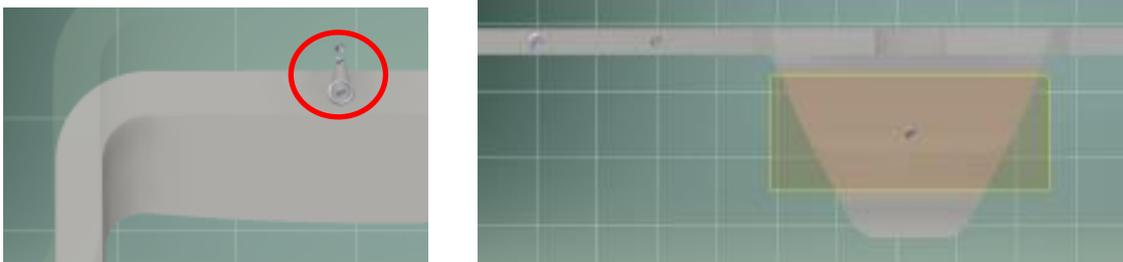

Ilustración 267. Generación de pilastras. Entorno Impresión 3D.
2. Especifique una cara plana desde la que se inicie el contorno de división. Existe la opción de desfazar el plano generado ➤ , para facilitar la división. Los ejemplos de la *Ilustración 267* se sirven de esa opción.